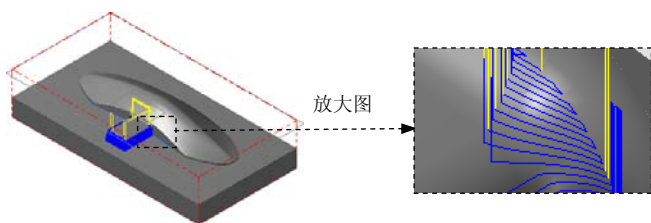
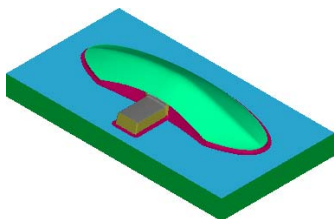

图 9.46 刀具路径
图 9.47 仿真结果图
(1) 在“曲面精加工等高外形”对话框中单击 **等高外形精加工参数** 选项卡，在 **Z 轴最大进给量** 文本框中输入值 0.2。
(2) 在 **封闭式轮廓的方向** 区域中选中 **顺铣** 单选项，在 **开放式轮廓的方向** 区域中选中 **双向** 单选项。
(3) 在 **两区段间的路径过渡方式** 区域选中 **沿着曲面** 单选项；其他参数接受系统默认设置值。
Step9. 单击“曲面精加工等高外形”对话框中的 **✓** 按钮，完成加工参数的设置，此时系统将自动生成图 9.46 所示的刀具路径。
(1) 在 **刀具路径** 选项卡中单击  按钮，然后单击  按钮，系统弹出“验证”对话框。
(2) 在“验证”对话框中单击  按钮。系统将开始进行实体切削仿真，结果如图 9.47 所示，单击  按钮关闭“验证”对话框。